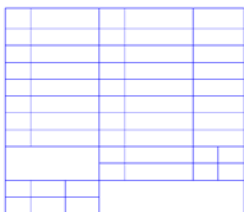

图 14.64 绘制标题栏
(10) 绘制如图 14.64 的标题栏, 调整表格的宽度, 进行合并单元处理, 效果如图 14.64 所示。